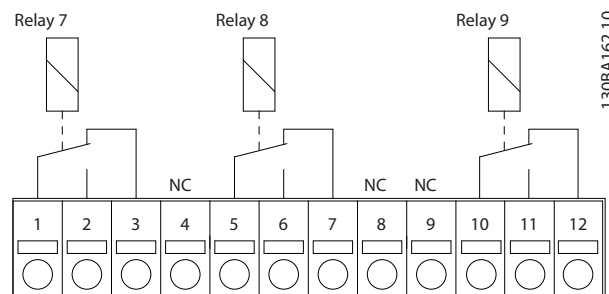

Рисунок 9.11 Отсоедините клеммы реле
- Необходимо отсоединить питание от разъемов токоведущих частей на клеммах реле. См. *Рисунок 9.11*